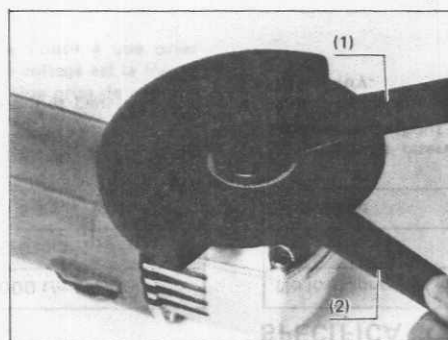

Fig. 2
4. Pour serrer l'écrou de meule, immobiliser l'axe avec la clé plate, et utiliser la clé à ergots pour serrer fermement dans le sens des aiguilles d'une montre. (Fig. 2)
4. To tighten the wheel lock nut, grip the spindle (shaft) with the wrench so that it cannot revolve, then use the lock nut wrench and tighten firmly in clockwise direction. (Fig. 2)